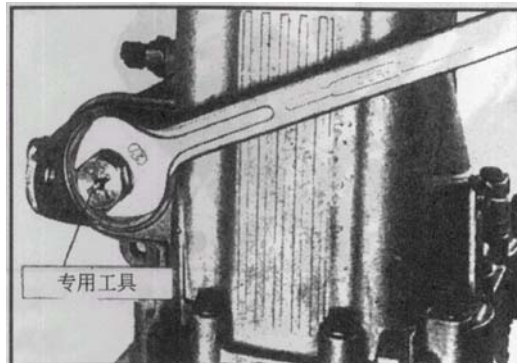

图 4-55 拆卸换挡轴（二）
(2) 用专用工具旋开螺塞盖，取出换挡轴，如图 4-55 所示。